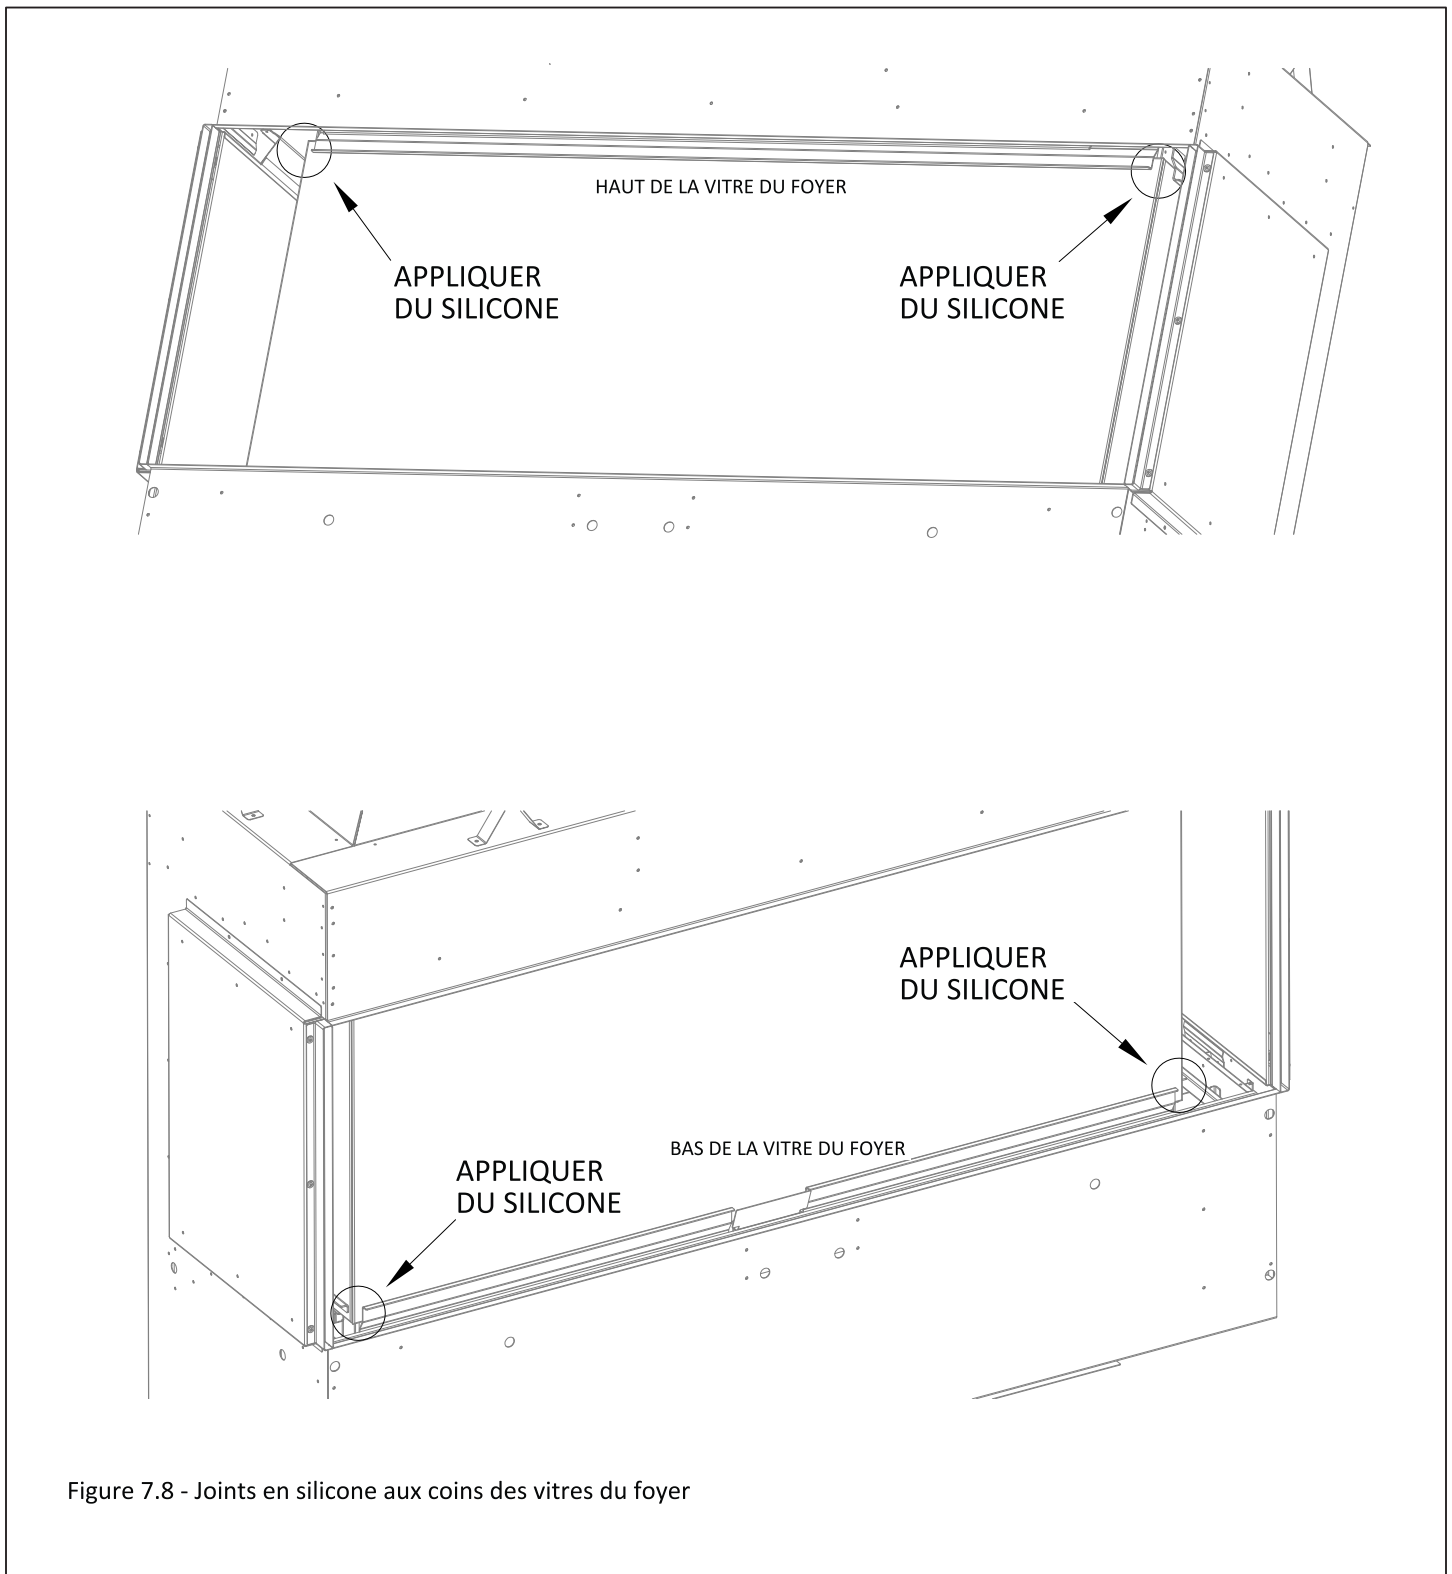

Figure 7.8 - Joints en silicone aux coins des vitres du foyer
5. Appliquez un joint de silicone haute température aux coins supérieurs et inférieurs des jonctions des vitres latérales et de façade. Voir la Figure 7.8.